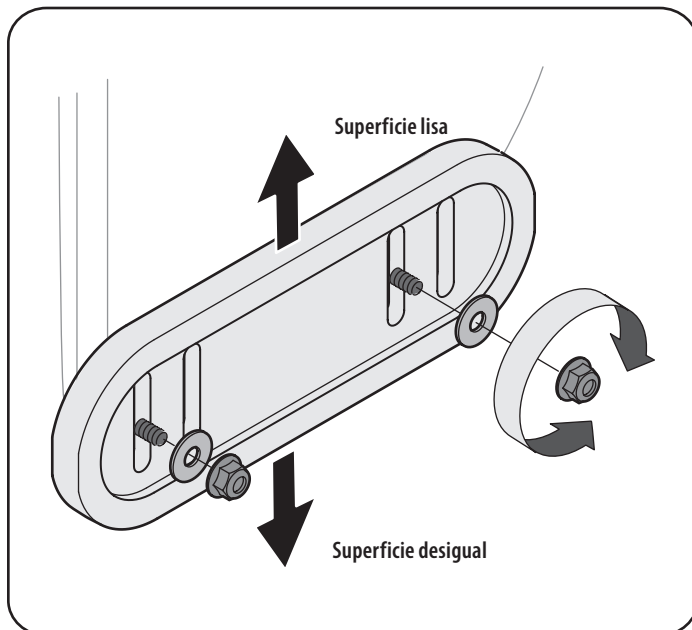

Figura 17
3. Acople los cortadores de desplazamiento de nieve con los tornillos y los pomos de mariposa de seguridad en el exterior de la caja de la barrena como se muestra en la Figura 17.
- Si desea quitar nieve al ras del suelo, eleve más las zapatitas antideslizantes en la caja de la barrena. Refiérase a la Figura 17.
1. Afloje las cuatro tuercas hexagonales (dos en cada lado), arandelas planas, y los pernos del carro. Mueva las zapatitas antideslizantes a la posición deseada. Vea la Figura 17.
1. El control de la barrena se encuentra en el mango izquierdo. Consulte la Figura 17 el recuadro. Cuando se suelta el control de la barrena y está en posición desengranada arriba, el cable debe tener muy poco juego. NO debe estar tenso.
4. Deje la barrena engranada durante aproximadamente diez (10) segundos antes de soltar el control de la barrena. Repita esta operación varias veces.